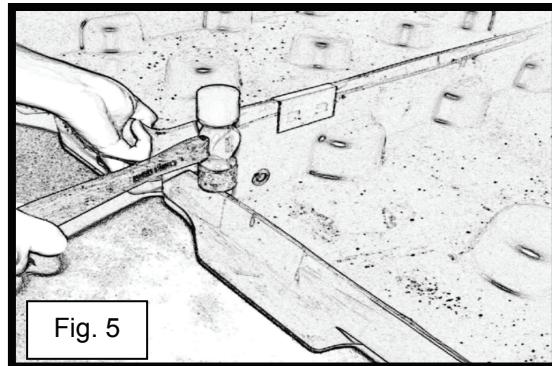

Fig. 5
- 1) Tout en soulevant légèrement un des dispositifs d'accumulation, tapoter doucement sur le bord supérieur de l'autre dispositif d'accumulation qui y est fixé (consulter la fig. 5).